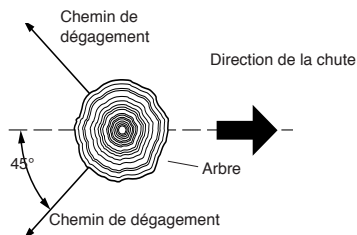

Figure 11 - Chemin de dégagement pour s'éloigner de l'arbre
3. Avant d'abattre un arbre, prévoir un chemin de dégagement et le dégager. Le prévoir à l'opposé de la direction de chute de l'arbre et à un angle de 45°. (voir la Figure 11, à la page 61).
AVERTISSEMENT : Ne pas scier l'arbre complètement. Laisser environ 5 cm (2 po) de bois non scié directement derrière le sifflet d'abattage. (voir la Figure 11.) Cette partie non sciée sert de charnière. La charnière empêche l'arbre de se tordre et de tomber dans la mauvaise direction.